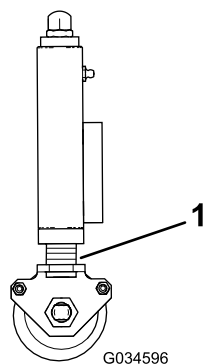

Bild 32
3. Stellen Sie sicher, dass alle Mähwerke auf dieselbe Schnitthöhe eingestellt sind, und achten Sie auf die Anzeigeringe (Bild 32).